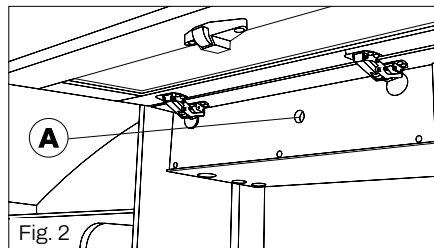

Fig. 2
Step 2 Individuare il vano motore letto. Esso è alloggiato nei pensili anteriori, destro o sinistro, a seconda della tipologia del veicolo, individuabile poiché all'interno presenta un foro **A**, nel quale andrà inserita l'asta (Fig. 2).